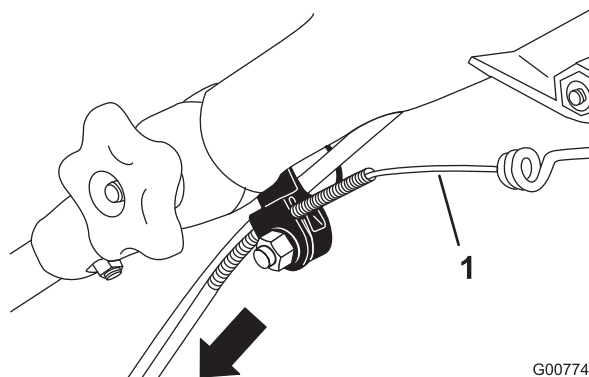

Figure 21
3. Tirez la gaine du câble vers le bas jusqu'à ce qu'il n'y ait plus de mou dans le câble exposé (Figure 21).